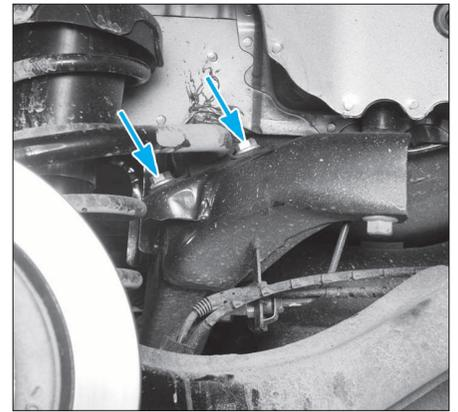

FIG. 32
- Déposer les fixations de la barre stabilisatrice sur le berceau (Fig.32).